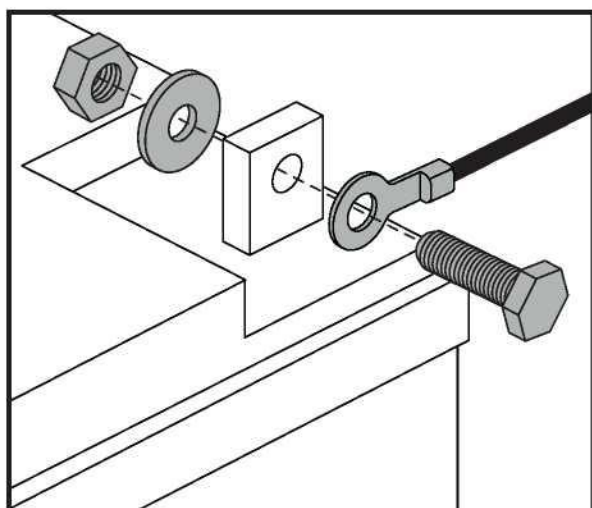

Figure 14. Batterie borne matériel
5. Débranchez les câbles des bornes des batteries en soulevant la couvercles des bornes et en desserrant le boulon et l'écrou sur chaque borne. **Voir la figure 14.**